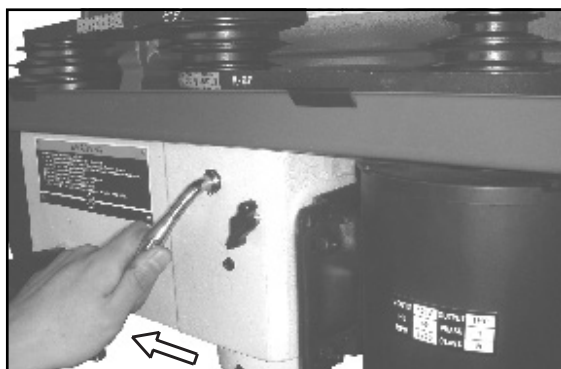

Figura 15
3. Afloje las perillas de bloqueo (#1D) a los dos lados del cabezal de la prensa taladradora. Afloje la tensión de la correa girando la palanca de tensión (#3D) de derecha a izquierda (Figura 15).